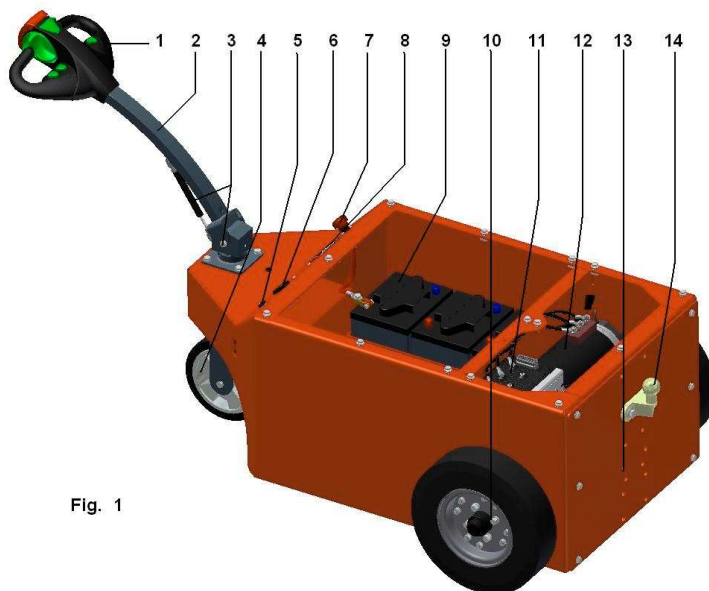

Fig. 1
5.3 Commandes et fonctionnement (voir fig. 1)
5.4 Batteries (9, fig. 1)